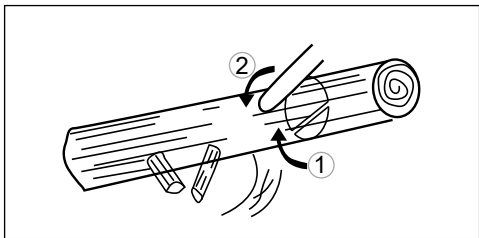

Рис. 11
2. В случае когда ствол лежит на опоре одним концом, сначала выполните срез снизу до 1/3 диаметра ствола во избежание раскалывания. Затем закончите срез сверху так, чтобы он совпал с первым срезом, избегая заклинивания (рис. 11).